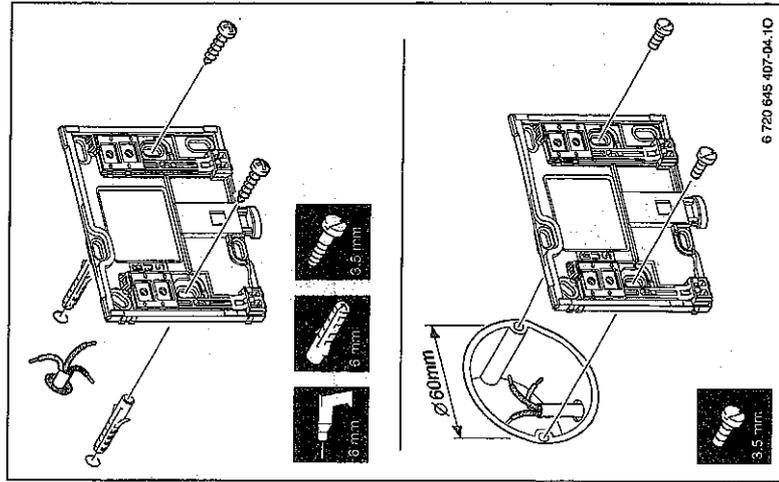

Bild 7 Montage des Sockels
- Socket an einer Wand installieren. (→ Bild 7).